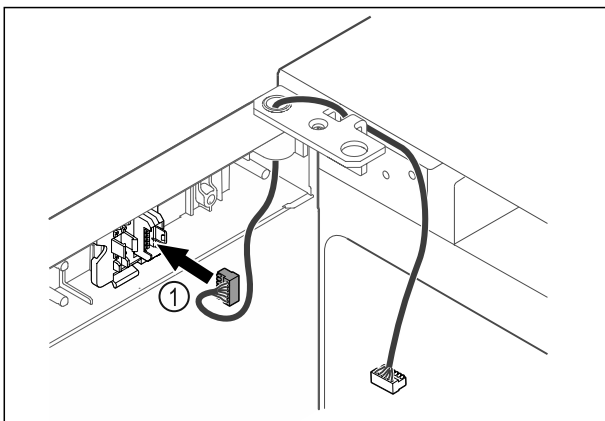

Fig. 59
- ▶ Sett pluggen Fig. 59 (1) i pluggholderen.